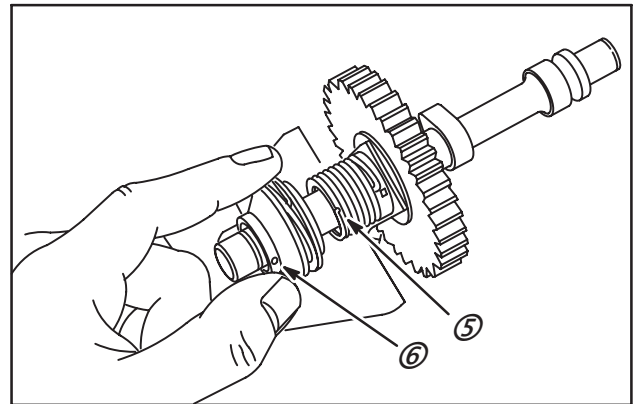

Fig. 59
3. Enfoncez la boucle si nécessaire. Lorsque l'embrayage est en place, la boucle du ressort (5) doit être dans le trou de l'embrayage (6), Fig. 59.